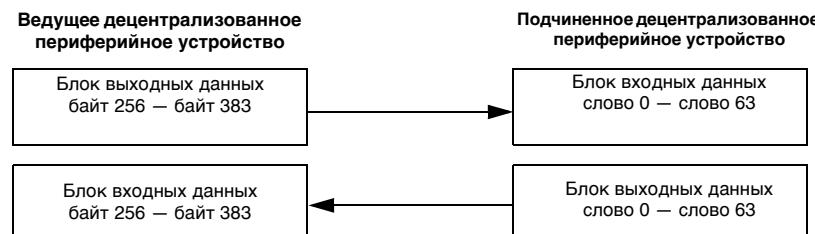

Рис. 49: Обмен данными между ведущим и подчиненным устройствами
- В результате имеется диапазон от слова 0 до слова 63. Данный обмен иллюстрируется на Рис. 49.
**ПРИМЕЧАНИЕ.** Схема, представленная на Рис. 49, никак не связана с блоками входных и выходных данных в модуле Graco Gateway. Используемая в конфигурации тегов терминология действительная с точки зрения ПЛК (ведущего децентрализованного периферийного устройства). Более подробные сведения см. в разделе **Настройка Graco Gateway**.